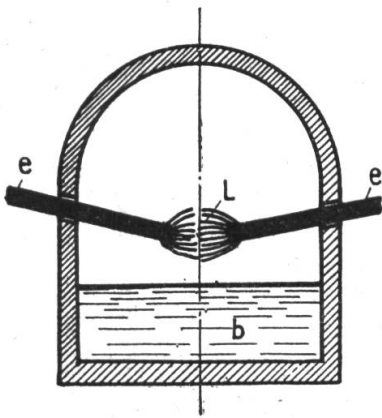
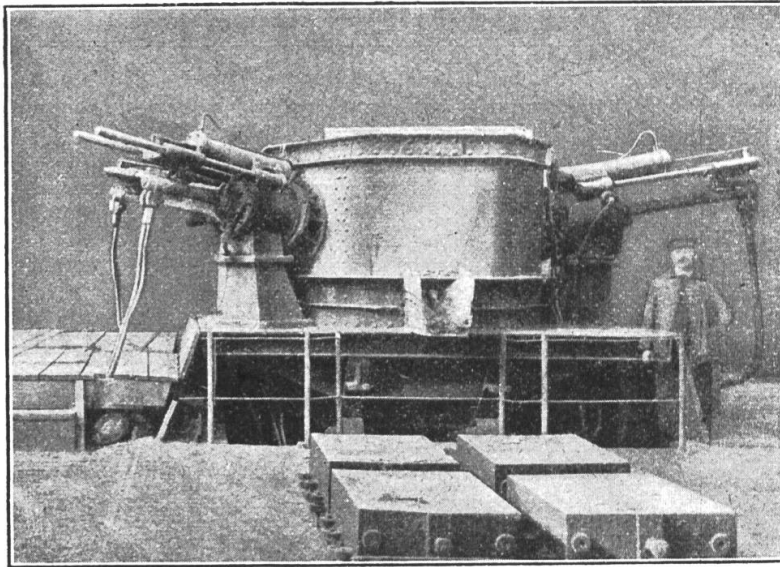

Abb. 20.
Abb. 21.
a. Indirekte Lichtbogenöfen. Ein Vertreter dieser Ofenart ist der Stassanoofen. Die Beheizung erfolgt nach Abb. 20. Der Lichtbogen springt frei zwischen den Elektroden oberhalb dem Bade über, so dass die Wärmeübertragung lediglich durch Strahlung auf das Bad erfolgt. In Abb. 21 ist ein indirekter Lichtbogenofen der Bonner Maschinenfabrik im Betrieb gezeigt. Die Wärmewirtschaftlichkeit dieser Öfen ist nicht besonders günstig, so dass sie heute nur für kleinere Einsätze in Betracht kommen.